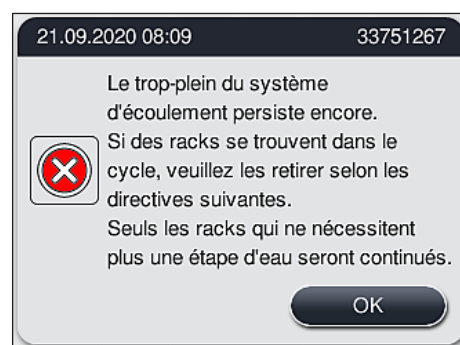

Fig. 127
- Si l'obstruction ne peut être éliminée malgré les mesures de nettoyage, les stations d'eau sont désactivées en raison du niveau d'eau critique persistant. Les stations d'eau sont caractérisées comme défectueuses sur l'affichage. Pour abandonner un ou plusieurs programmes, appuyez sur (→ "Fig. 125-2") ou (→ "Fig. 126-2") pour démarrer le processus d'abandon contrôlé. Les programmes qui ne nécessitent pas de pas d'eau sont poursuivis jusqu'à la fin du processus de coloration. Tous les supports de lames restants qui nécessitent encore au moins un pas d'eau doivent être annulés et retirés de l'appareil. Confirmer le message suivant (→ "Fig. 127") en appuyant sur **Ok**.